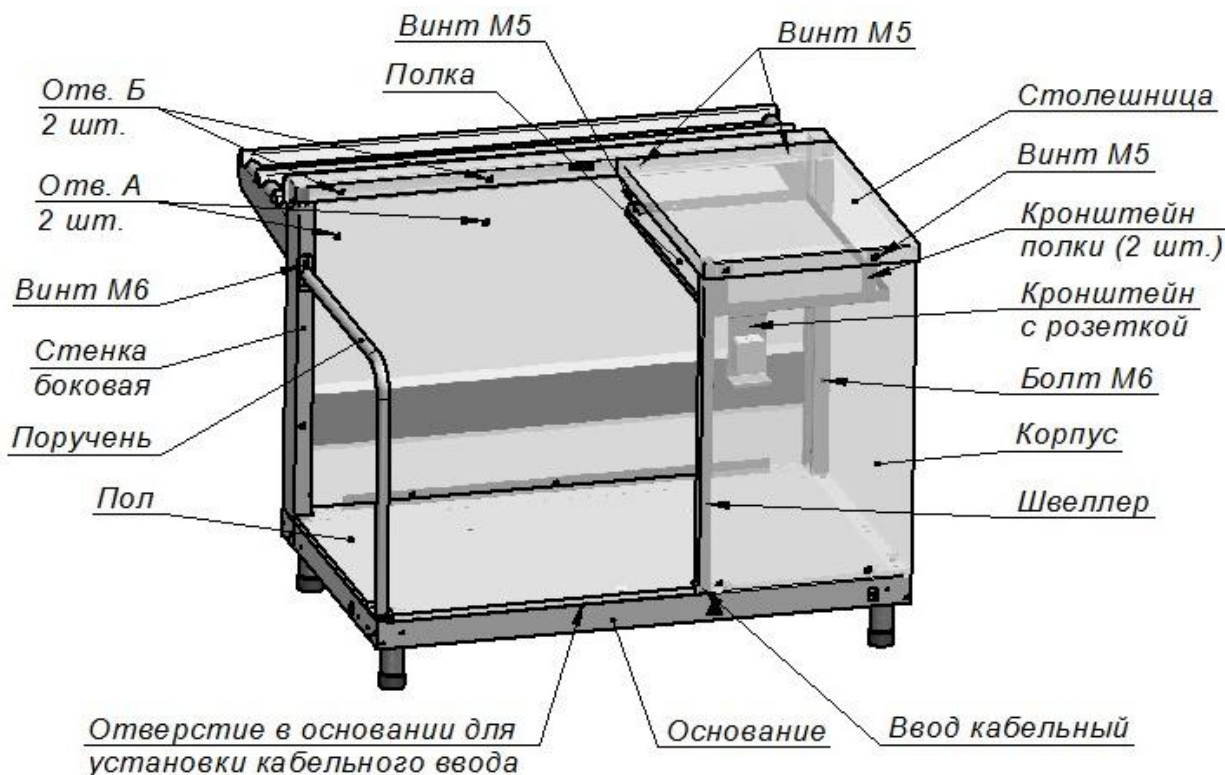

Рис. 1
1. Снять столешницу (см. рис. 1), предварительно открутив четыре винта М5 (два снаружи и два внутри).